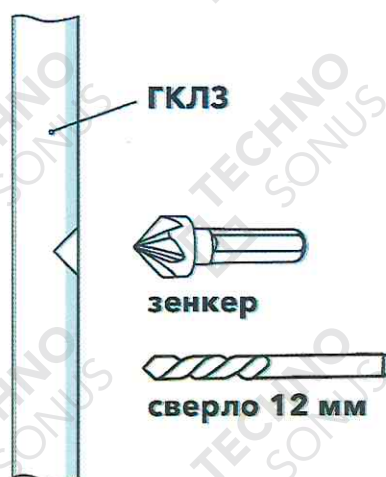
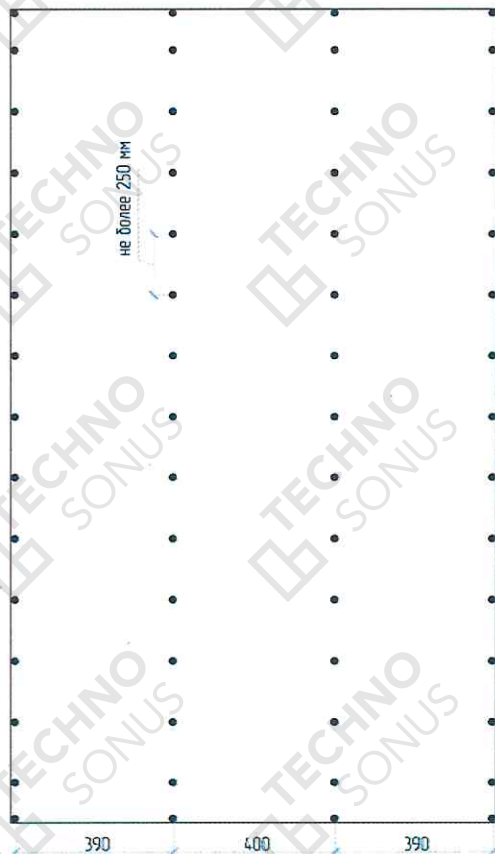

Рисунок 13.1 – Подготовка посадочного места под саморез
Рисунок 15 - Схема расположения саморезов на финишном слое АкустикГипс ГКЛЗ
6.3. Установить и закрепить финишный слой листов АкустикГипс ГКЛЗ. Шаг саморезов не более 25 см по вертикали и 400 мм по горизонтали (рисунок 15). Лист не должен начинаться с утоненной кромки и не должен заканчиваться ей же. Вертикальная стыковка листов АкустикГипс ГКЛЗ возможна только по утоненной кромке. Не допускается стыковка утоненной кромки и отрезного края. Швы между листами не заполняются виброакустическим герметиком Сонетик. Для фиксации финишного слоя АкустикГипс ГКЛЗ применяются саморезы ТС-У 5х30. Предварительно необходимо сделать зенковку для формирования посадочного места под шляпку саморезов (рисунок 13.1). Шляпка самореза не должна быть утоплена в слой гипса более чем на 1 мм. Саморезы должны отстоять от края торцевой кромки листов на расстоянии не менее 15 мм и продольной (горизонтальной, утоненной) кромки – не менее 10 мм.